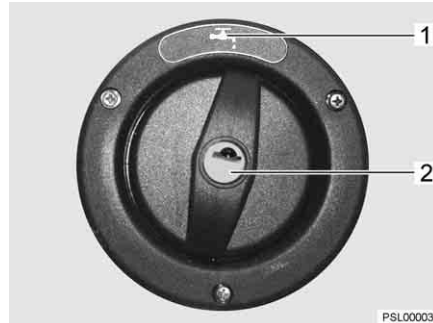

Bild 225 Lock för påfyllningsöppningen för dricksvatten
Påfyllningsöppningen för dricksvatten är märkt med symbolen "🔑" (Bild 225,1). Locket låses och låses upp med nyckeln till de utvändiga låsen (utvändiga luckorna).
- Stick in nyckeln i låscylindern (Bild 225,2) och vrid ett kvarts varv moturs.